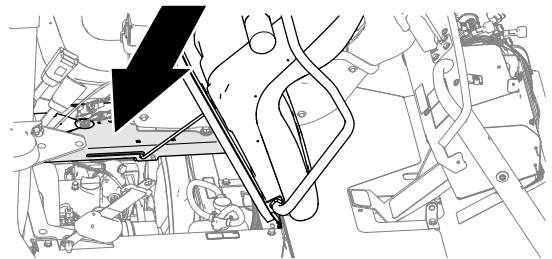

Bild 82
1. Klappen Sie den Beifahrersitz nach vorne, um Zugang zum Konsolensockel zu erhalten (Bild 82).